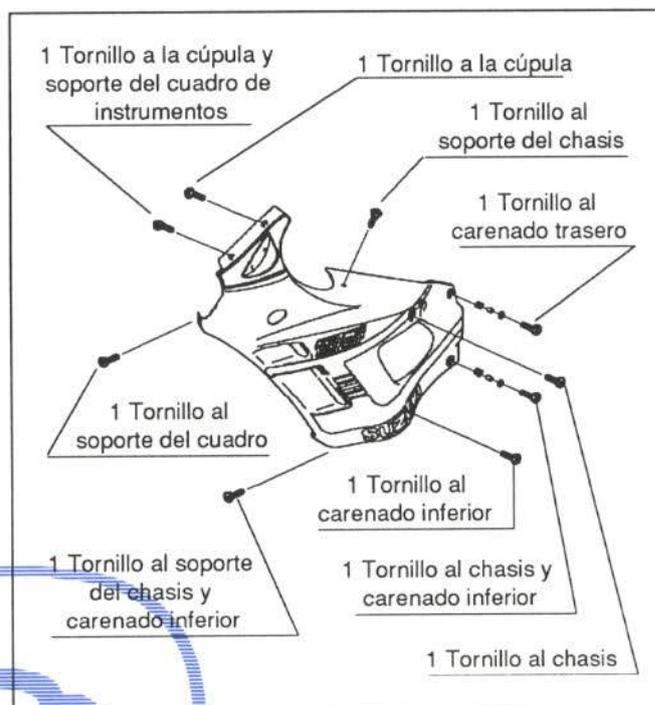

Figura 14.- Unión del carenado delantero
Va atornillada de la forma que muestra la figura 14.
- Desmontar carenado (figura 14)
- Carenado delantero del lado correspondiente (figura 14).
- Carenados delanteros (figura 14)